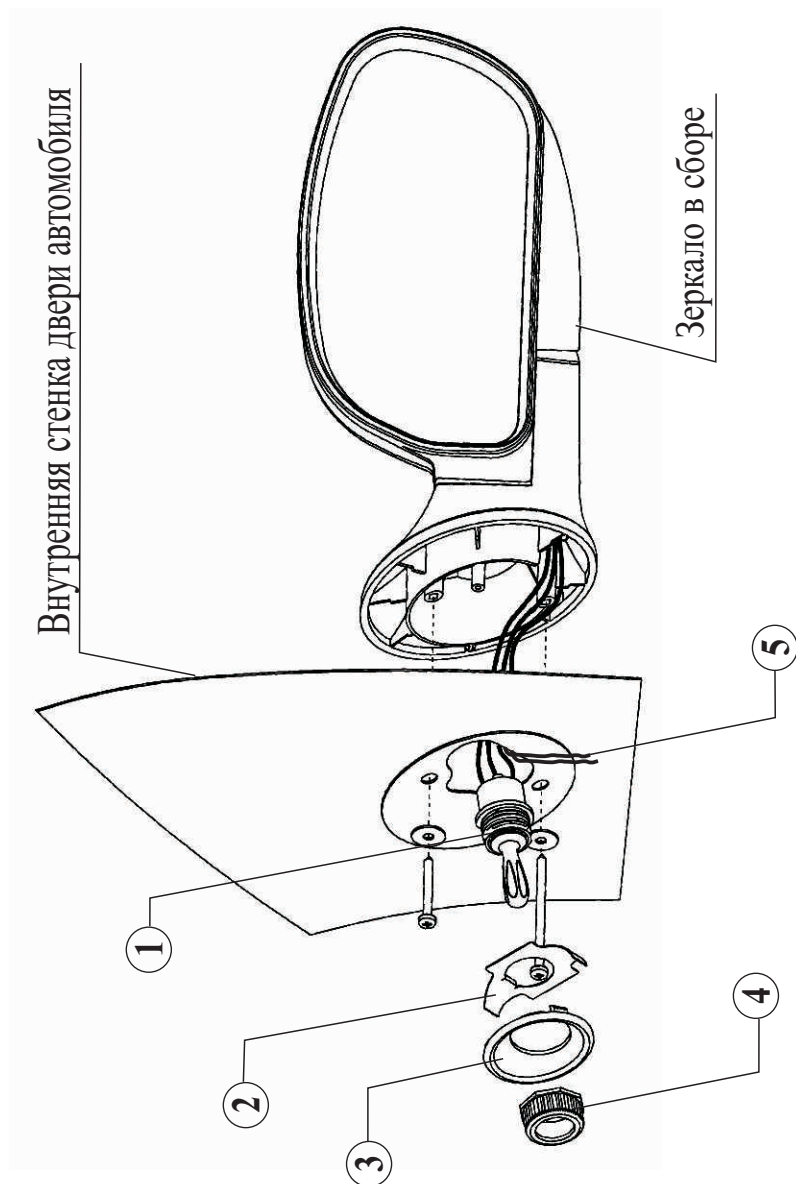

Рис. 1
- 5.5. Завести через отверстие в уголке двери провода (рис.1, поз.5) и тросовый механизм регулировки зеркала. Установить и закрепить новые зеркала (верхний саморез 4,2x25; нижний саморез 4,2x65, см. рис.1). Вставить на место поролоновую прокладку.